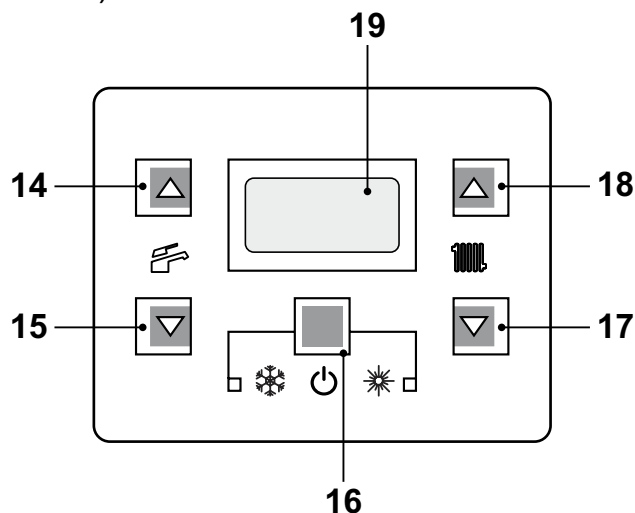
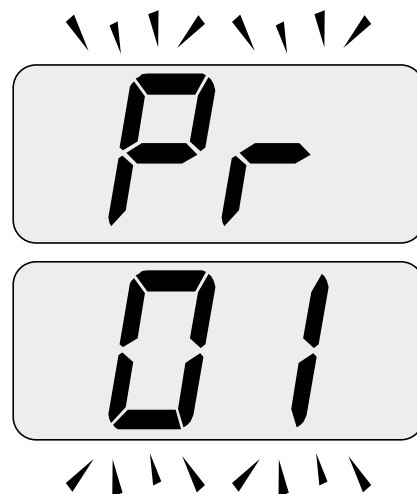
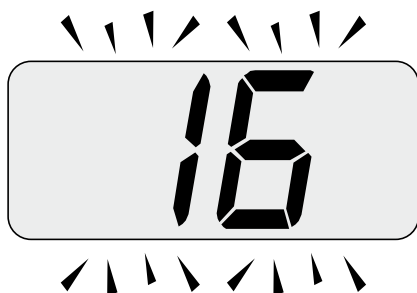

Figura 5.25
Figura 5.26
Figura 5.27
premendo contemporaneamente per 10 secondi i tasti 16 - 17 - 18 (Figura 5.25) fino a far apparire sul display LCD le lettere **Pr** che si alternano con il codice **01**, indicanti l'entrata nel "parametro 01"(Figura 5.26).
- Premere contemporaneamente i tasti 16 e 18 (Figura 5.25) fino a far apparire sul display LCD il valore del parametro 01 (Figura 5.27).
- Premendo il tasto 16 (Figura 5.25) si ottiene la conferma del valore inserito.
- Premendo contemporaneamente i tasti 16 e 17 (Figura 5.25) si esce senza modificare il valore (ritorno alla lista parametri Figura 5.26)
- Premendo contemporaneamente per 10 secondi i tasti 16 - 17 - 18 (Figura 5.25) si esce dalla "modalità programmazione".
- Entrare in "modalità programmazione" premendo contemporaneamente per 10 secondi i tasti 16 - 17 - 18 (Figura 5.25) fino a far apparire sul display LCD le lettere **Pr** che si alternano con il codice **01**, indicanti l'entrata nel "parametro 01" (Figura 5.26).
- Premere contemporaneamente i tasti 16 e 18 (Figura 5.25) fino a far apparire sul display LCD il valore del parametro 01 (Figura 3.4).
- Premendo contemporaneamente i tasti 16 e 17 (Figura 5.25) si esce senza modificare il valore (ritorno alla lista parametri Figura 5.26).